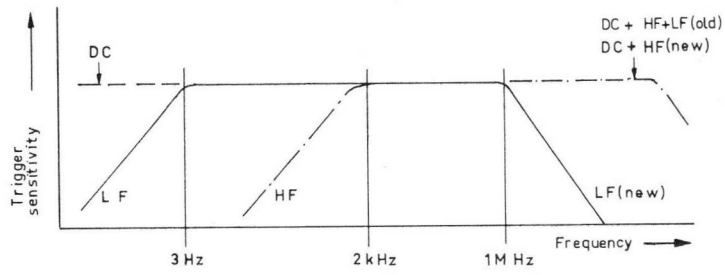

Fig. 1
Bringt man Triggerartenschalter SK1 in Stellung "LF" (NF), so werden, zur Verringerung der oberen Bandbreitenfrequenz auf 1 MHz (siehe Abb. 1), in die Triggerschaltung Bandbreitenfilter eingeschaltet. Auf diese Weise wird durch unzulässige Zerhackerimpulse verursachte instabile Triggerung verhindert. Es empfiehlt sich daher, diese Stellung, bei Gebrauch der Mehrstrahleinschübe PM 3342 und PM 3344 als elektronischer Schalter, zu benutzen.
Lorsque le sélecteur du mode de déclenchement SK1 est placé en position "LF", des filtres passe-bande sont inclus dans le circuit de déclenchement afin de réduire à 1 MHz la fréquence de la bande passante supérieure (voir fig. 1).